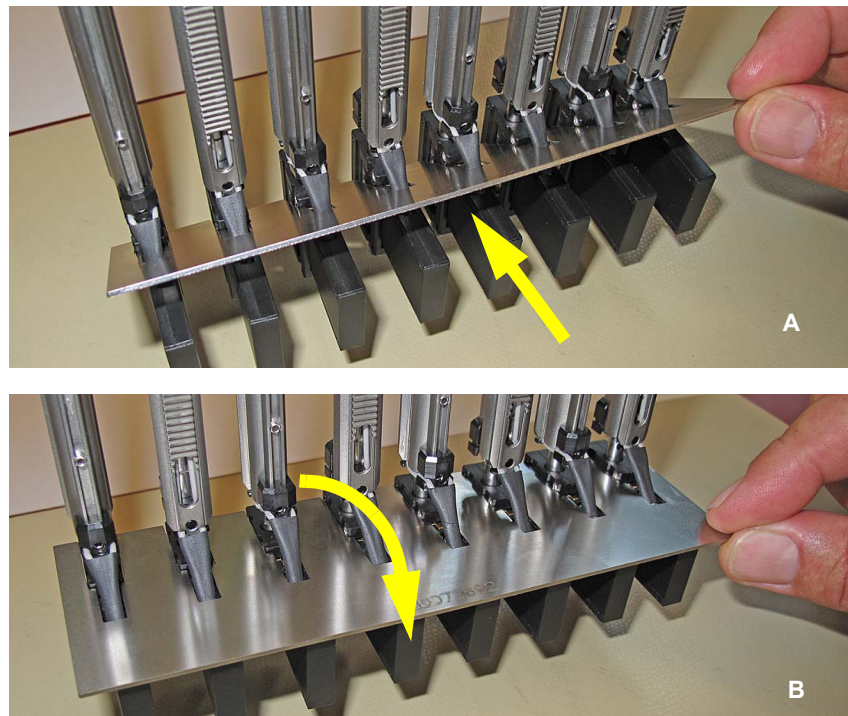

Fig. 7-12 Indicador de ajuste para adaptadores de puntas Air LiHa
- 5 Extienda las varillas en Z y fije en su posición los adaptadores de puntas del Air LiHa insertando los indicadores de ajuste para los adaptadores de puntas, tal y como se muestra en Fig. 7-9, Fig. 7-38 (orden de inserción como en Fig. 7-12, Fig. 7-40)
- ♦ Asegúrese de que los adaptadores de puntas Air LiHa estén correctamente alineados. Tiene que ser posible insertar el indicador de ajuste en los adaptadores de puntas del Air LiHa tal y como se muestra en la Fig. 7-12, 7-40.